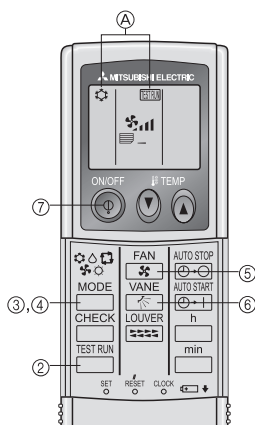

Fig. 6-2
6.2.2. Uso del comando a distanza senza filo (Fig. 6-2)
- ① Attivare l'alimentazione almeno 12 ore prima della prova di funzionamento.
- ② Premere due volte continuamente il pulsante . (Avviare questa operazione con il display del comando a distanza spento.)